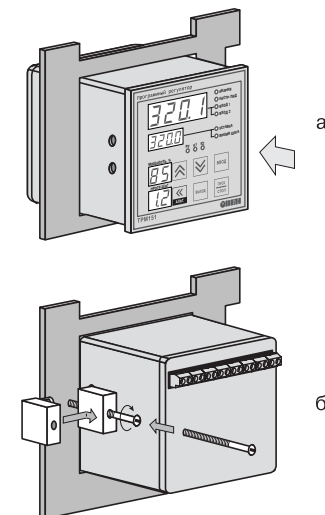

Рис. 13. Установка прибора щитового крепления
1. Вставьте прибор в специально подготовленное отверстие на лицевой панели щита (см. прил. А и рис. 13, а).
2. Вставьте фиксаторы из комплекта поставки в отверстия на боковых стенках прибора (рис. 13, б).